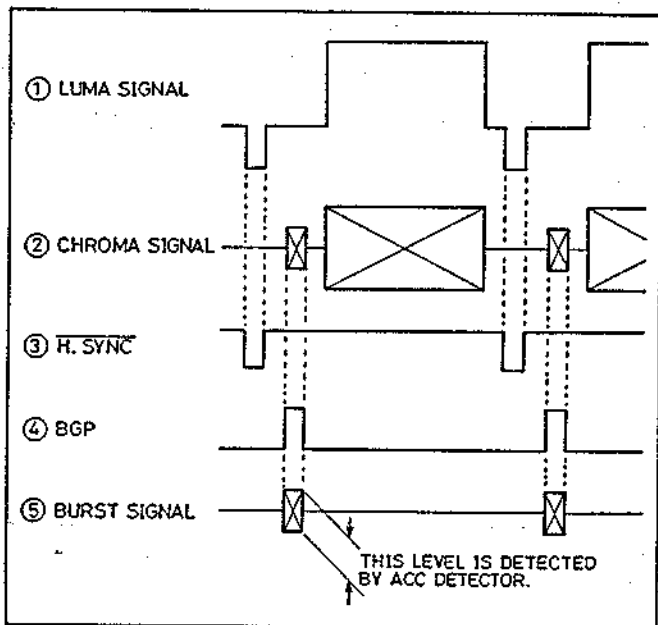

Abb. 5-16 ACC Betriebsvorgang
##### (2) ACC Schaltkreis (ACC, Abb. 5-16)